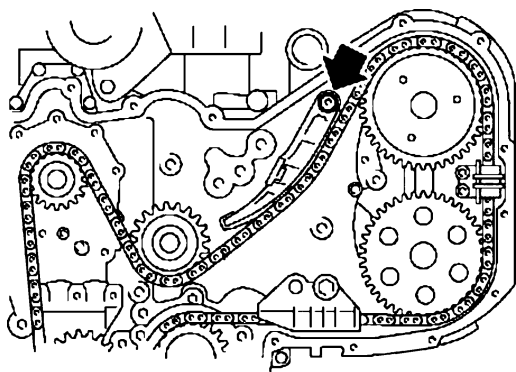

图 27-6 拆卸正时链条张紧器臂 (左)
- 9) 如图 27-6 所示，拆卸正时链条张紧器臂（左）。